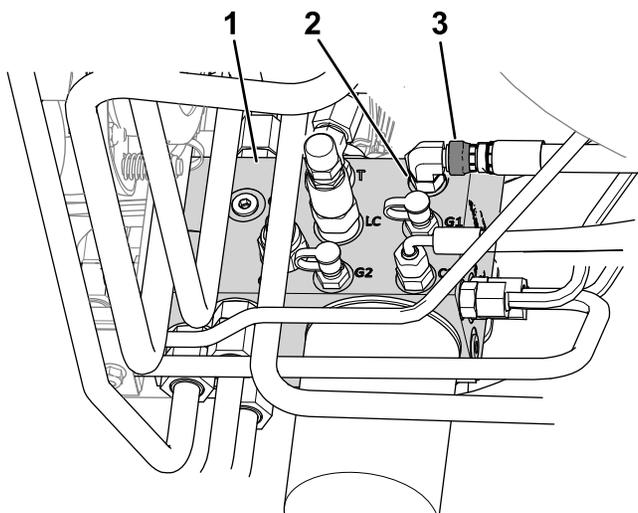

Figura 10
- Allentate il dado girevole del flessibile collegato alla porta C1 del collettore idraulico (Figura 10).